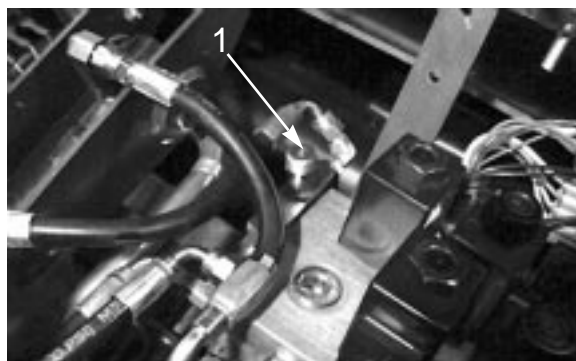

図 55
本機のカッティングユニット昇降回路にはフローコントロールバルブ (図55) があり、出荷時に 約3回転の開度に調整されていますが、作動油温度、作業速度などにより調整が必要になる場合があります。以下の手順で調整します：
1. 座席を上げ、センター・プルフレーム用フローコントロールバルブを露出させる (図55：油圧マニホールドの隣りにある)。